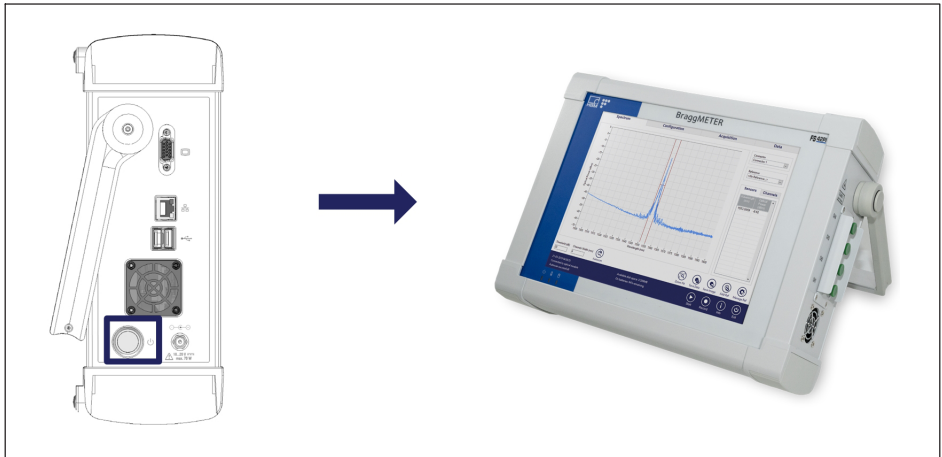

図3.4 ハードウェア経由でオフにする
- ▶ または、オン/オフボタン (を参照) を 200ミリ秒以上、最大1500ミリ秒の間、押し続けてから解放します。(参照：図3.4)アクションを確認するポップアップが表示されます。